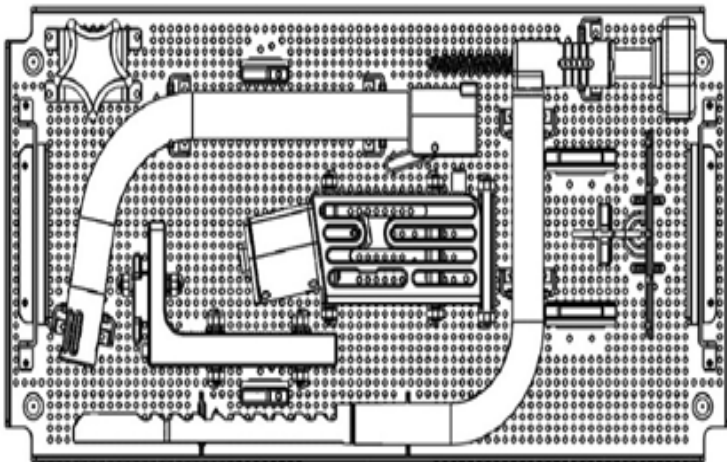
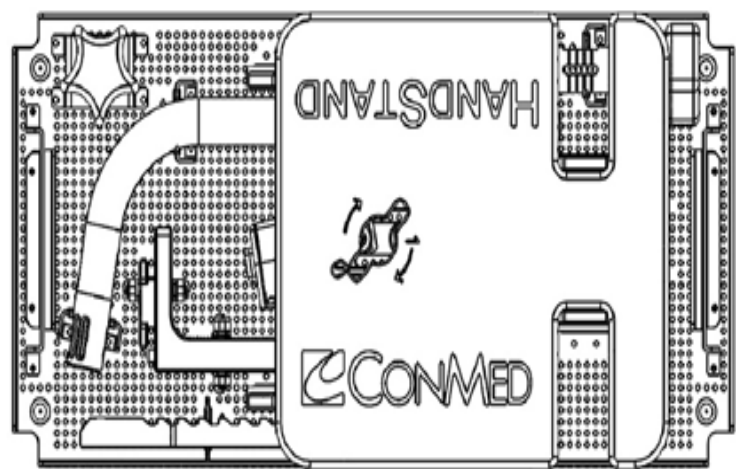

图 1 - 无底板托盘中的组件
图 2 - 带底板托盘中的组件
1. 根据下面的图 1 和图 2, 将组件装入托盘中。托架可在运输和灭菌过程中将组件固定到位。